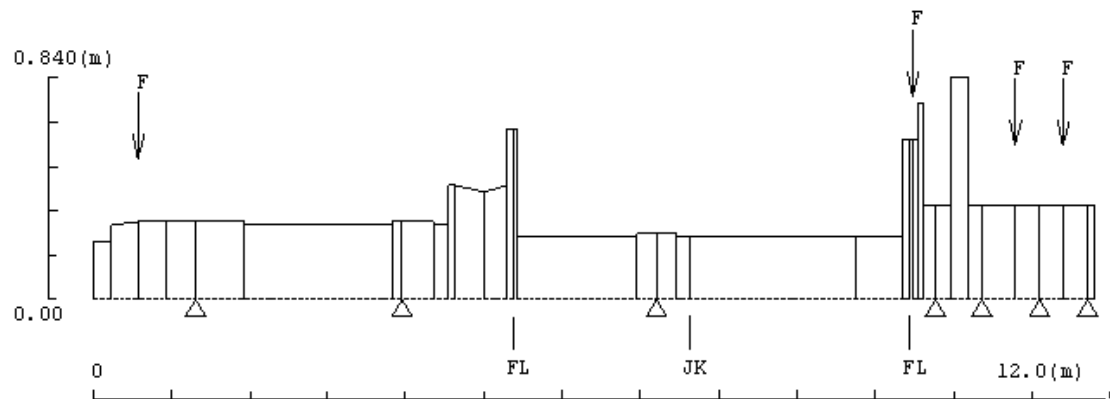

图 2.1 轴系布置图
- 根据计算需要和轴系的实际结构，将简化后的轴系作离散处理。通常是将轴系各轴承支点处，轴上集中力作用点处，轴截面变化处以及其它特定的轴截面处作为计算截面来划分单元，并由尾向首顺序编号。计算模型如图 2.1 所示。